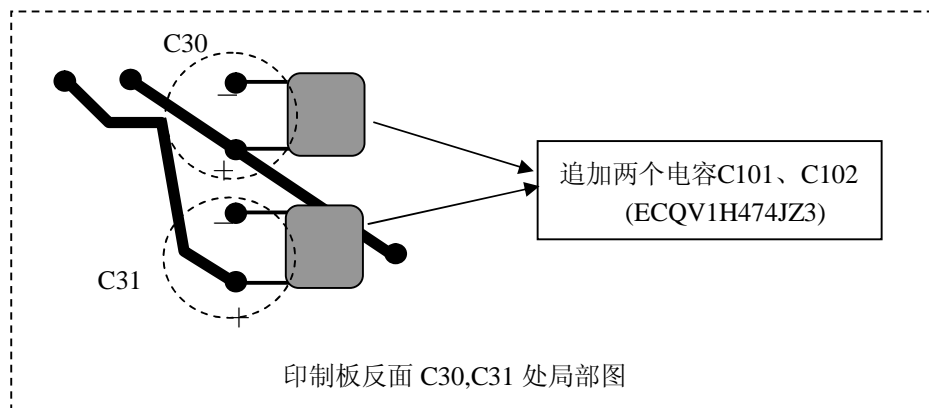

图 5
3. P 板上还增加了两个电容以保护 IC9, 安装方法如图 5。